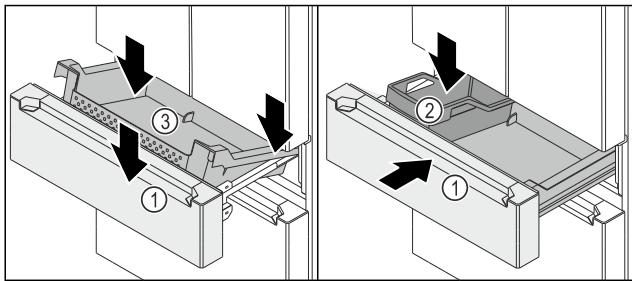

Fig. 142
- Висувний візок Fig. 142 (1) витягнуто.
- Установіть контейнер Fig. 142 (3) ззаду на рейки праворуч і ліворуч.
- Опустіть контейнер Fig. 142 (3) спереду так, щоб контейнер Fig. 142 (3) охоплював рейки праворуч і ліворуч.
- Вставте FlexBox Fig. 142 (2).
- Всуньте висувний візок Fig. 142 (1).